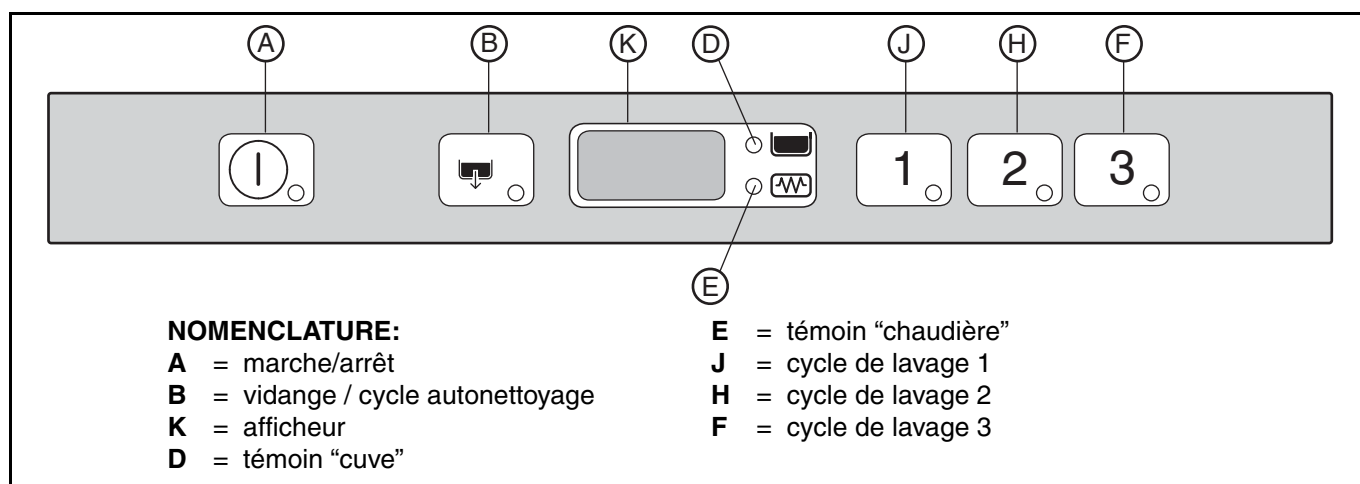

Fig. 15
Le témoin du bouton "A" (Fig. 15) s'allume pour signaler que la laveuse est sous tension et que le remplissage en eau et la chauffe sont en cours. Durant toute
Pour afficher la température de la chaudière pendant la phase de chauffe de la cuve, ouvrir la porte et appuyer sur la touche "J" (Fig. 15).
Pour vaisselle peu sale: appuyer sur le bouton "J" (Fig. 15) (voir tableau des temps).
Pour vaisselle normalement sale: appuyer sur le bouton "H" (Fig. 15) (voir tableau des temps).
Pour vaisselle très sale: appuyer sur le bouton "F" (Fig. 15) (voir tableau des temps).
- Sélectionner le cycle de vidange en appuyant sur le bouton "B" (Fig. 15).
- Éteindre la lave-vaisselle en appuyant sur le bouton "A" (Fig. 15).